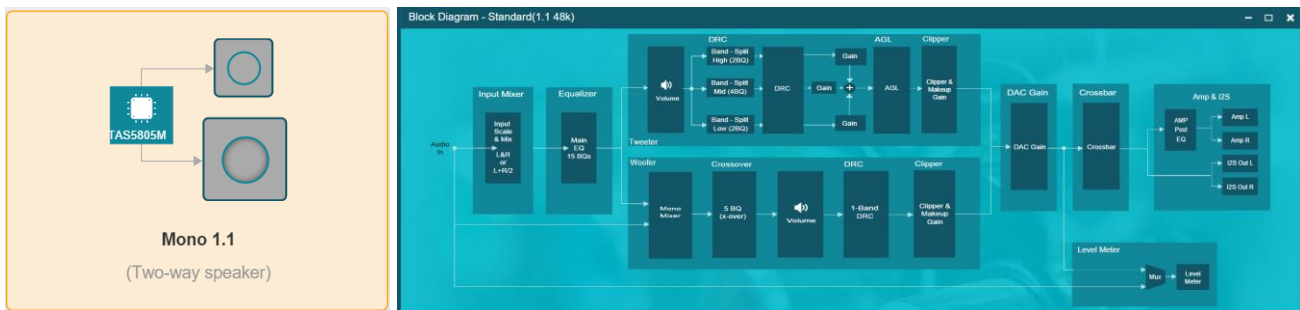

Figure 1: 1.1 模式及其 process flow
1.1 模式常见于桌面音箱等产品。在 TAS5805M 中，音频信号经内部混音和 EQ 调节后通过 crossover 电子分频得到高频和低频两个信号，分别流经功放的两个通道。高低音都有属于自己的 DRC 功能，因此可以设置不同的限制功率，非常适合有单独高低音扬声器的音频产品。在 1.1 模式的 process flow 中高低音共有 15 个 EQ 资源可用。Figure 1 为 1.1 模式及其 process flow。